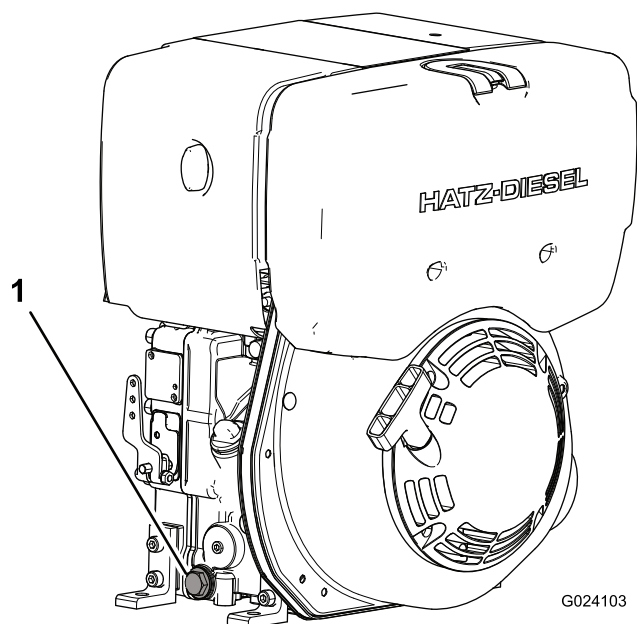

Figura 25
4. Posicione um recipiente adequado sob o bujão de drenagem de óleo (Figura 25).